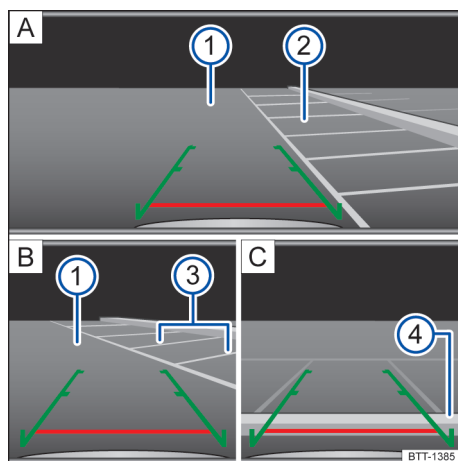

Fig. 99 Exibição do display do sistema do rádio: estacionar com a câmera de marcha a ré.
Legenda para → Fig. 99:
- Posicionar o veículo na frente da vaga de estacionamento → Fig. 99 ② [A].
- Conduzir para trás lentamente e manobrar de modo que as guias verdes laterais conduzam entre as linhas de delimitação da vaga de estacionamento delimitada ② [A].
- Alinhar o veículo na vaga de estacionamento selecionada de modo que as guias verdes laterais fiquem em cima das linhas de limitação lateral ③ [B].
- Parar o veículo, quando a linha vermelha atingir a limitação traseira ④ [C].